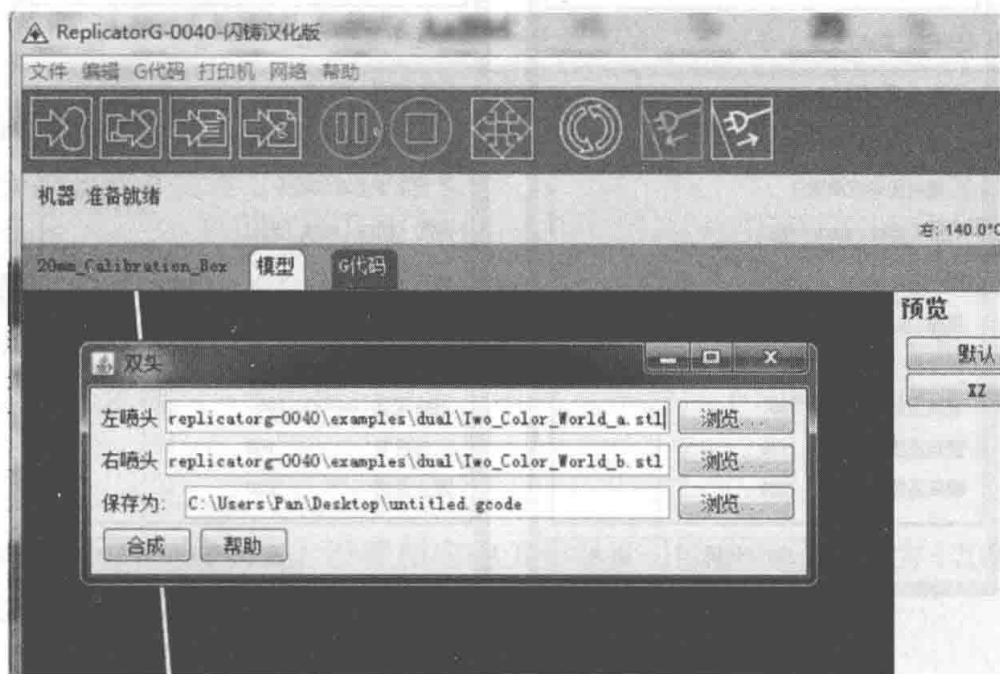

图 4-51 双喷头模型导入
- (1) 点击第一个浏览选项找到并选择左喷头的打印文件；
- (2) 点击第二个浏览选项选择右喷头的打印文件。
- (3) 例如在软件的安装目录中找到 Examples 文件夹，在 Examples 文件夹中为左喷头选择 “Two\_color\_world\_a.stl” 文件，重复选择过程，为右喷头选择 “Two\_color\_world\_b.stl” 文件。如图 4-51 所示。